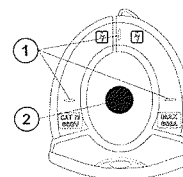

Abb. 2: Ausrichtungsmarkierungen
Legen Sie den Leiter innerhalb der Zangenöffnung so gut wie möglich (siehe Abb. 2) in den Kreuzungspunkt der gezeigten Marken um die Messgerätegenauigkeitsspezifikationen zu erreichen
3. Legen Sie die Leiter nach innen zur Mitte der Klemmbacke getestet werden, um Messungen durchzuführen accurated. Betrachten Sie die Kerben am Kiefer als Referenz (siehe Abb. 2). Der gemessene Stromwert wird angezeigt